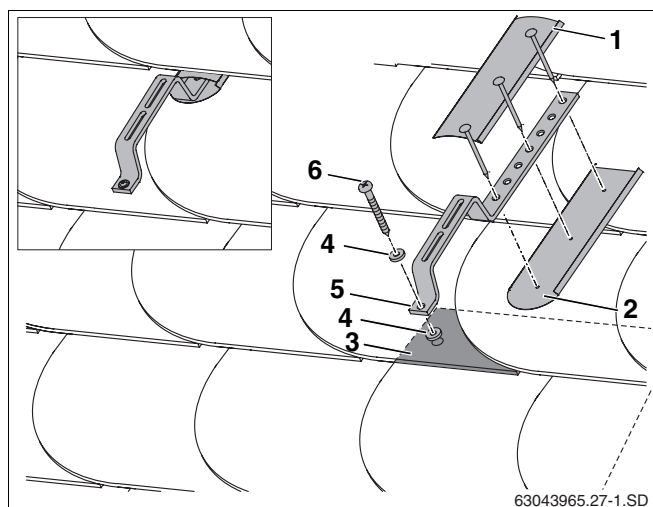

Fig. 26 Montaje sobre cubierta de pizarra o chillas
A continuación se muestra el montaje de un gancho especial de tejado y la cobertura estanca al agua con chapas a suministrar por el instalador (fig. 26, **pos. 1** y **2**) tomando como ejemplo una cubierta de pizarra o chillas.
- ▶ Monte el gancho especial de tejado (fig. 26, **pos. 5**) y la junta (fig. 26, **pos. 4**) con el tornillo (fig. 26, **pos. 6**) sobre la cubierta de pizarra o chillas.
- ▶ Para asegurar un montaje estanco, debe montar chapas por encima y por debajo de los ganchos especiales de tejado (fig. 26, **pos. 1, 2**).
En las cubiertas múltiples, el gancho especial de tejado debe quedar apoyado en la parte delantera (fig. 26, **pos. 3**).